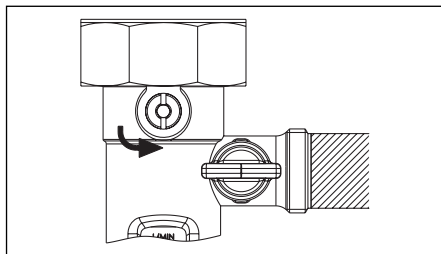

Fig. 6.20 Position de la vis de réglage
3. Ouvrir le robinet à tournant sphérique supérieur du débitmètre en mettant la vis de réglage en position verticale (fig. 6.20).